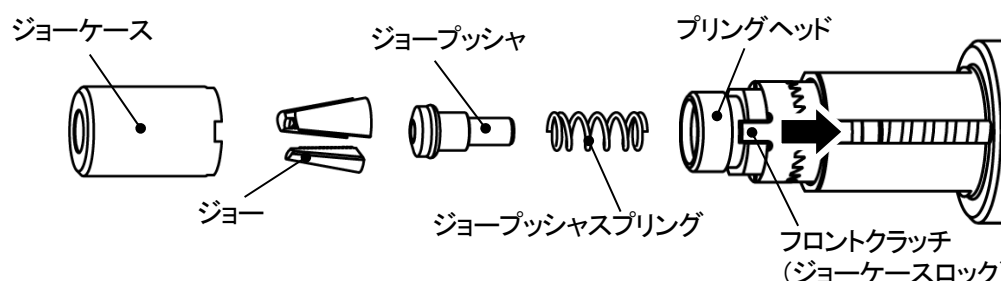

図 7-2
- ③フロントクラッチ（ジョーケースロック）を指で押し込み、凹凸を外し、ジョーケースを左に回してプリングヘッドから取り外します。この時、外れてくる部品を(図 7-2)に示します。